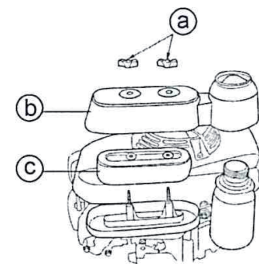

Abb. 28
9.5 Luftfilter (Siehe Abb. 28)